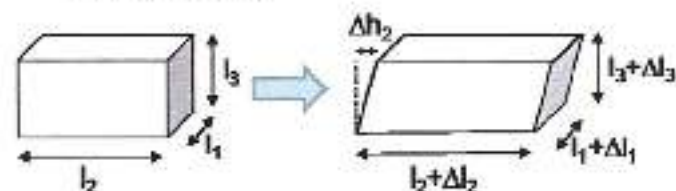

Figure 3: forme prise par l'échantillon (qui reste homogène)
Les forces de gravité sont négligeables. Lors de cet essai on mesure les forces τ et F et les petites variations de longueur δl_1 , δl_2 et δl_3 ainsi que le petit déplacement de la plaque supérieure δh_2 (cf figure 3).
1) Exprimer, en fonction des valeurs mesurées, les composantes des tenseurs de contraintes σ et de déformations ϵ au sein de l'échantillon qui se déforme de manière homogène (cf figure 3). Donner uniquement les expressions littérales.